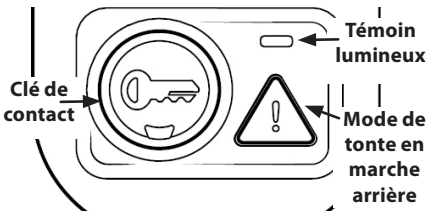

Figure 28
2. Pressez le bouton de mode de tonte en marche arrière pendant trois secondes. Le témoin clignote pendant 3 secondes et reste allumé lorsque ce mode est activé. Voir Figure 28.
3. Le témoin lumineux au-dessus du bouton de mode de tonte en marche arrière s'allume lorsque le mode de tonte en marche arrière est activé. Voir Figure 28.